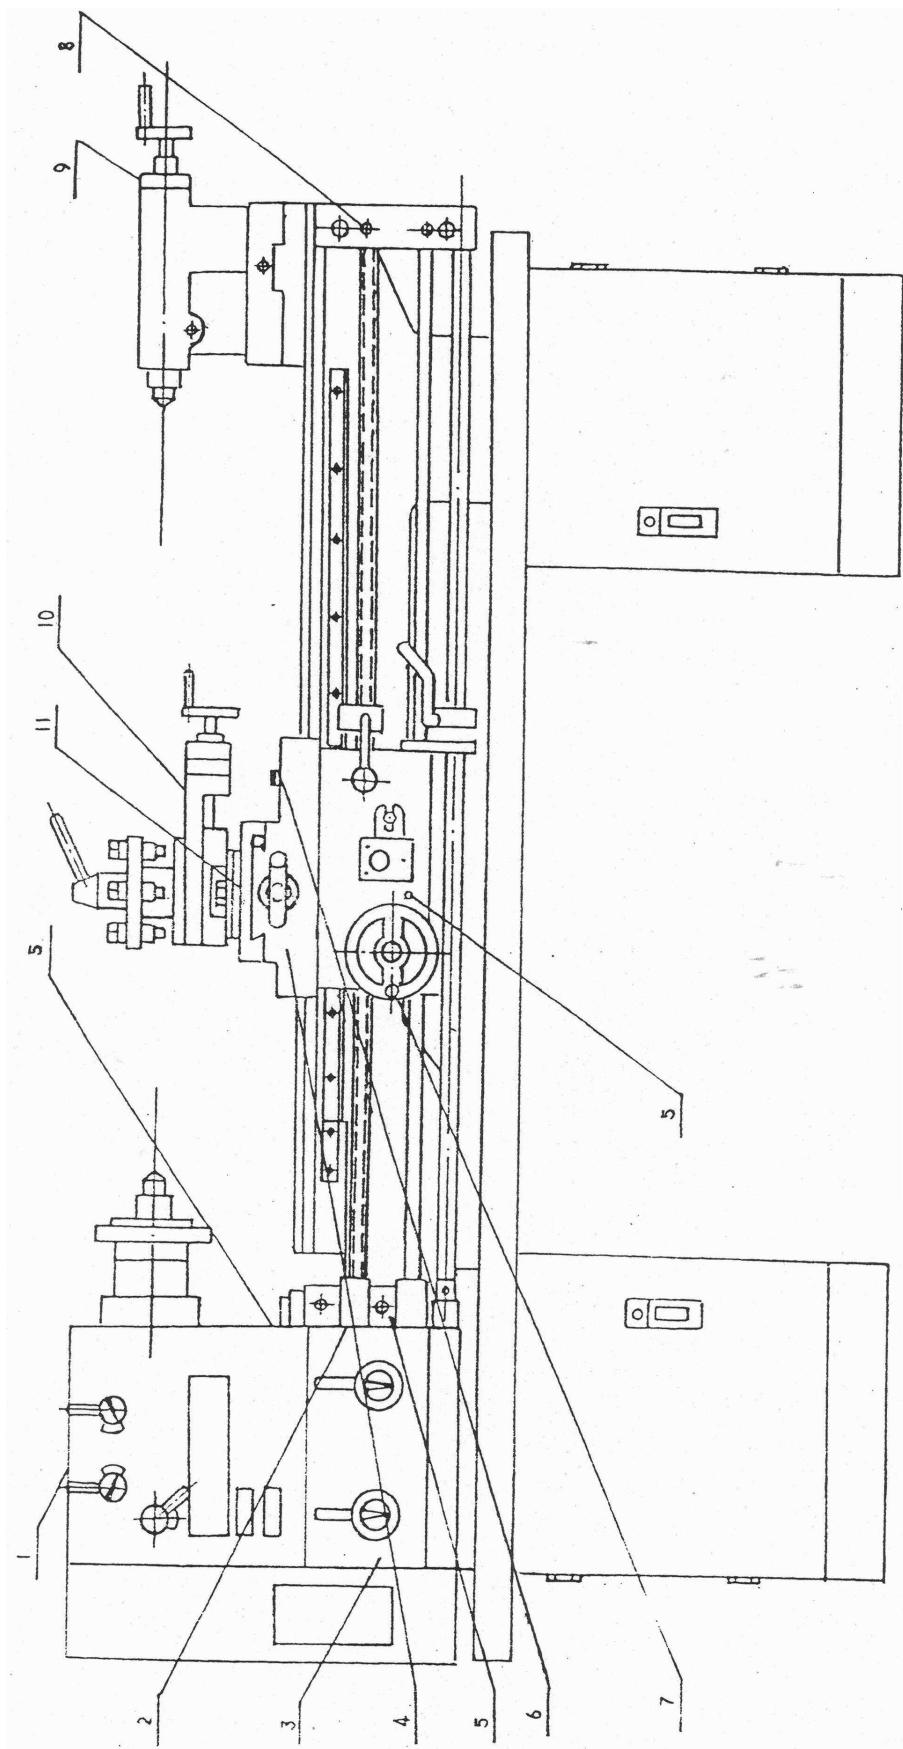

Fig.6 : Système de graissage
Toutes les pièces mobiles et surfaces coulissantes doivent être graissées, veuillez vous référer à la Fig.6.
Les bouchons d'huile 2 à 11 sont des graisseurs à huile (reportez-vous à la Fig. 6), sauf pour le remplissage de l'huile jusqu'à la graduation pour les bouchons d'huile 2 et 6, les autres bouchons d'huile doivent être graissés deux fois par jour à la seringue à huile.
- 9.1. Avant utilisation, vérifiez l'indicateur d'huile, référez-vous au graissage Fig. 6 et graissez toutes les pièces coulissantes et mobiles.